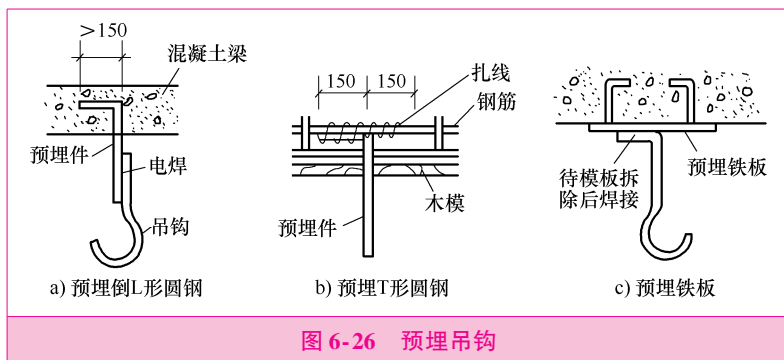

图 6-26 预埋吊钩
- 3) 在砖石结构中安装电气照明装置时, 应采用预埋吊钩、螺栓、螺钉、膨胀螺栓、尼龙塞或塑料塞固定, 如图 6-26 所示; 严禁使用木楔。当设计无规定时, 上述固定件的承载能力应与电气照明装置的重量相匹配。